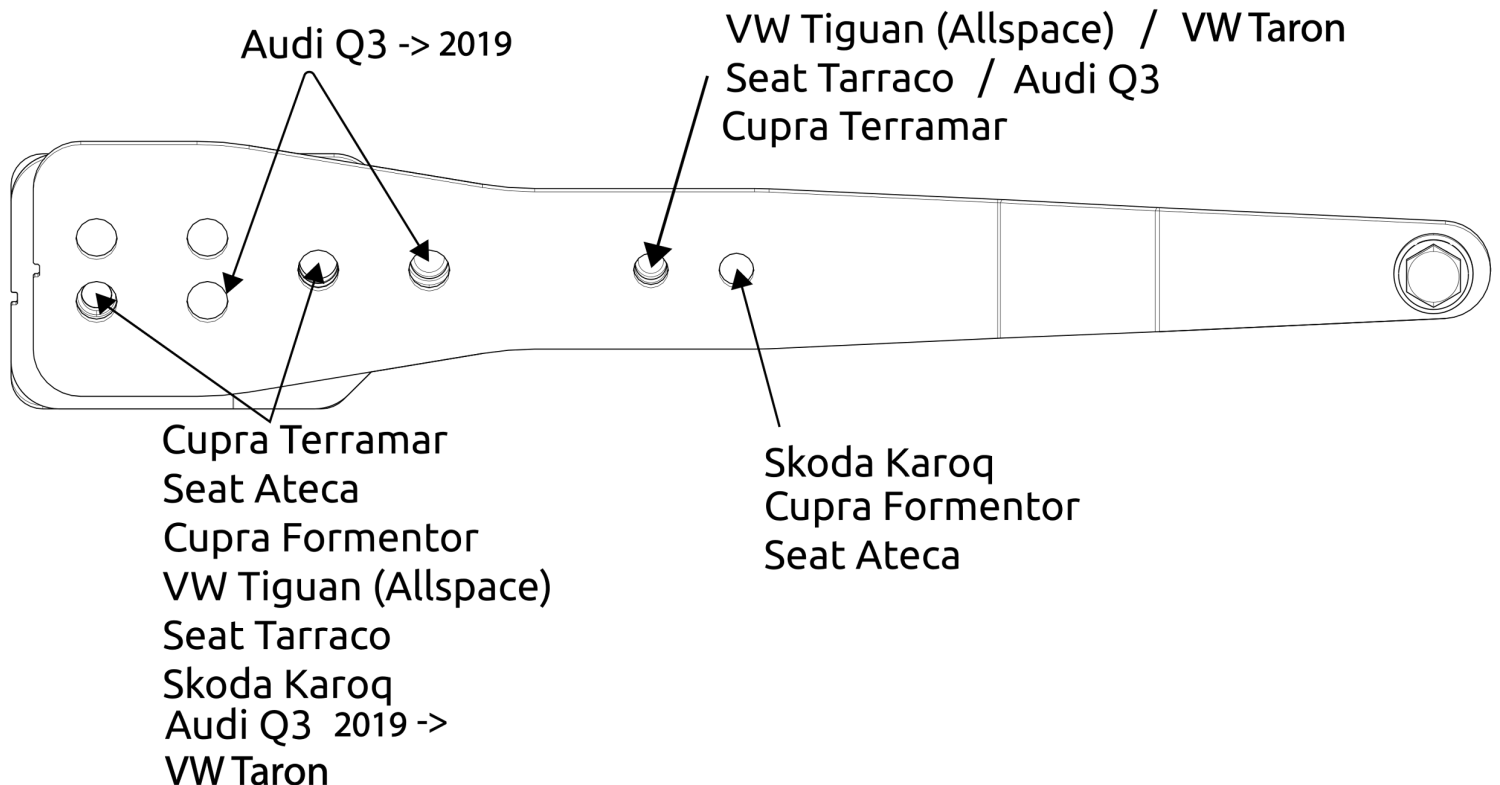

Fig. 8
4. Den Querbalken C einsetzen, einschließlich Die Halterungen D und E bei den Punkten befestigen. Siehe Abbildung 8.
4. Anbring bjælkedelen D, inklusiv støtterne I og J, og monter disse ved punkterne E. Se fig. 8.